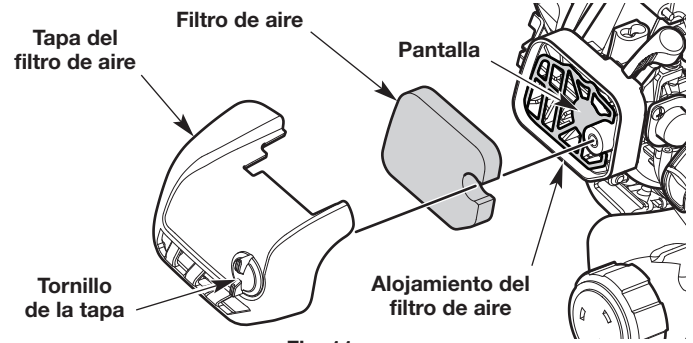

Fig. 11
1. Abra la tapa del filtro de aire para lo cual debe aflojar el tornillo de la tapa (Fig. 11).
2. Extraiga el filtro de aire de su alojamiento (Fig. 11).
6. Vuelva a instalar el filtro de aire en su alojamiento (Fig. 11).